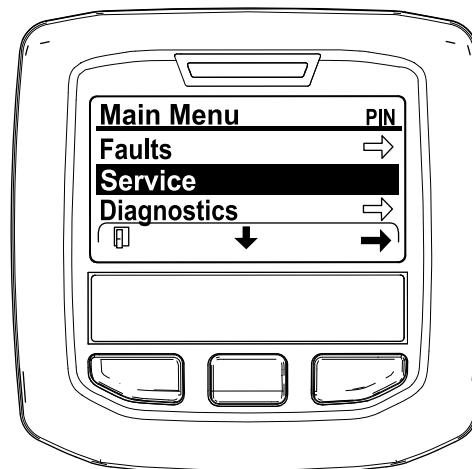

図 26
- メインメニュー MAIN MENU 画面で、中央ボタンを押して整備 SERVICE メニューへ移動し、右ボタンで整備 SERVICE を選択する 図 26。